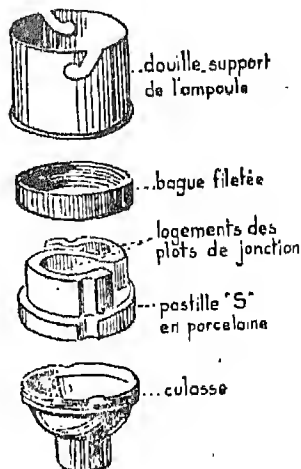

Fig. 3. — Douille d'éclairage. La pastille en porcelaine qui sert à relier l'extrémité d'un fil électrique amenant le courant au fil de la lampe (voir fig. 5).
2. Observez comment on met une lampe en place et comment on l'enlève ; la pièce qui la supporte est une douille d'éclairage. Démontez une douille en dévissant la bague qui fixe la douille support sur la culasse (fig. 3) ; puis remontez-la.